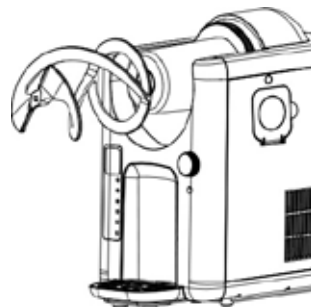

Abb. 9
17. Entfernen Sie den Mischer (Abb. 9) und wischen Sie dann Flüssigkeitsreste vom Grundgehäuse ab. Wischen Sie den Kühlzylinder und die Dichtung mit einem sauberen Tuch ab. Wichtiger Hinweis: Die Dichtung kann nicht ausgebaut werden.